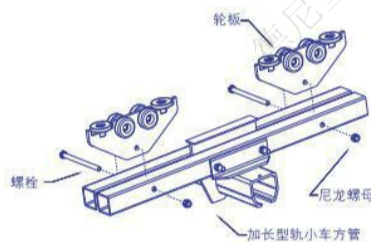

图5F. 安装轮板
5.14 将轮板放置在型轨小车的两方管之间。穿入螺栓(图 5F)